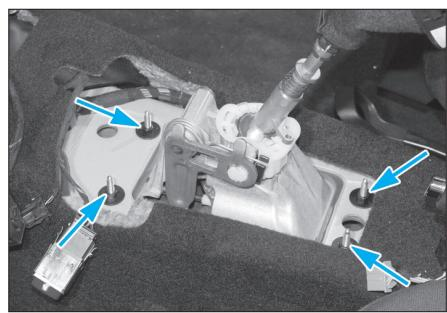
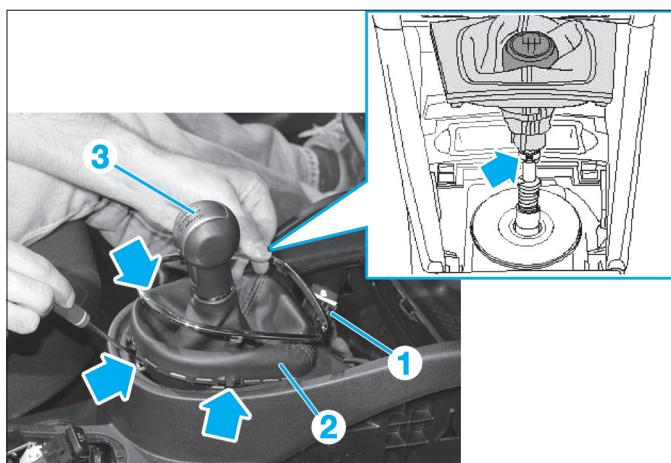

Fig. 8
Fig. 7
- Dégrafer l'enjoliveur (1) puis dégrafer le soufflet (2) en appuyant dans le sens des flèches (Fig.7).
- le pommeau (3) de levier de vitesses (flèche),
- les quatre écrous (Fig.8).